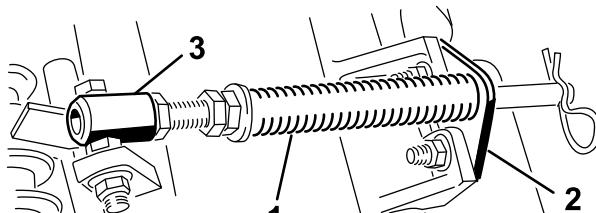

Figure 4
A. Retirez les 2 boulons de carrosserie et les écrous qui fixent le support de tige aux pattes du plateau de coupe (Figure 4).
B. Retirez l'écrou à embase qui fixe le boulon du tube de ressort à la patte du bâti porteur (Figure 4). Déposez l'ensemble.